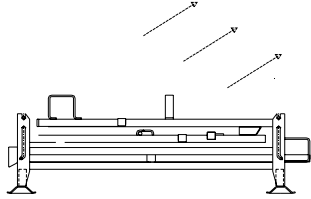

FIGURA 1
1.- LEVANTAR LA TRASERA Y ENCAJAR EN LA CORREDERA TAL Y COMO INDICA LA FIGURA 1.